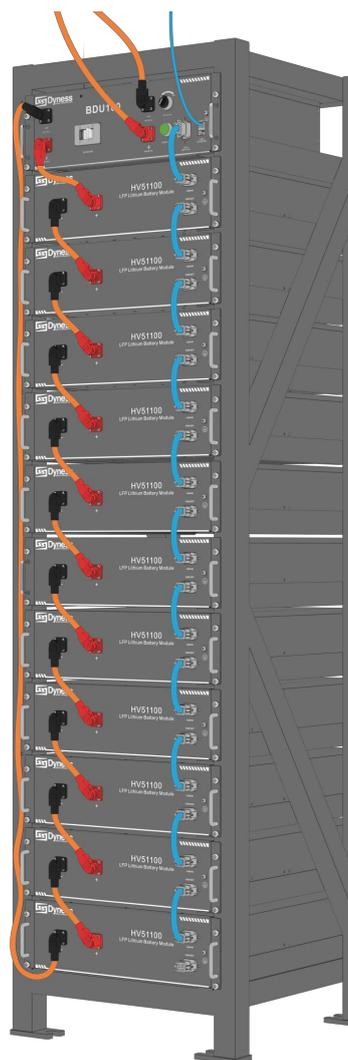

Рис. 3-6
4. Сложите необходимое количество аккумуляторов и BDU, как описано выше, и закрепите аккумулятор и BDU на переднем кронштейне с помощью 4 винтов. Показано на Рис. 3-6.